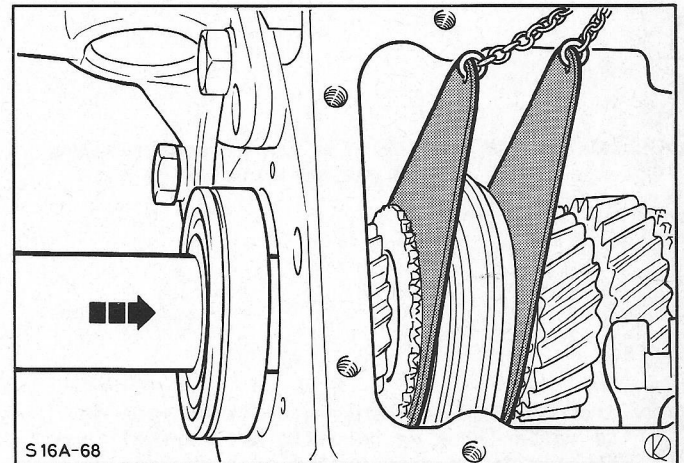

Fig. 31 Lager van prise-as aanbrengen. Het speciaal gereedschap 16-034 houdt de synchroniseerringen vast.
52. Breng het lager van de prise-as aan en borg het lager. Zet hiervoor het speciale gereedschap 16-034 tussen de synchroniseerring van de 3e/4e versnelling en tik het lager met een passend stuk pijp op zijn plaats, fig. 31. Breng de beide borgringen op het lager aan.
53. Breng de schakelvorkassen en de schakelvorken aan, fig. 31. Breng de schakelhuls, de schakelvork van de 5e versnelling, de schakelvork van de 1e/2e versnelling, de schakelvinger met grendelplaat en de schakelvork van de 3e/4e versnelling afzonderlijk aan; richt hierbij de schakelvorkas uit en druk de as in het huis. Richt de schakelhuls en de schakelvinger overeenkomstig de schakelvorken uit.